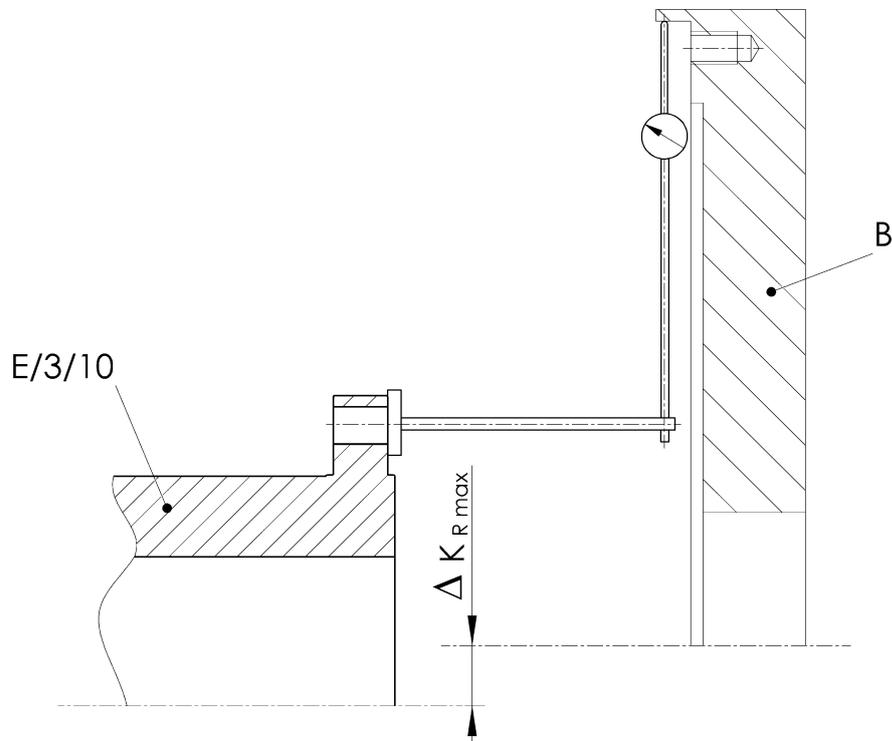

Abbildung 5-2 Radialer Ausrichtversatz
- Radialen Ausrichtversatz ermitteln (siehe Abbildung 5-2)
- Flansch/Nabe/Adapter (E/3/10) mit Messuhr und Schwungrad (B) langsam um 360° drehen.